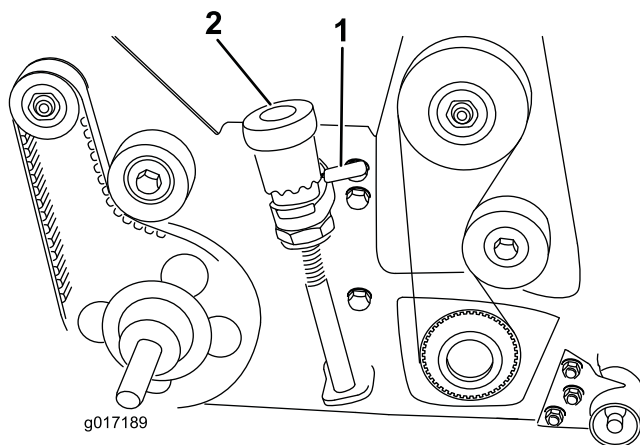
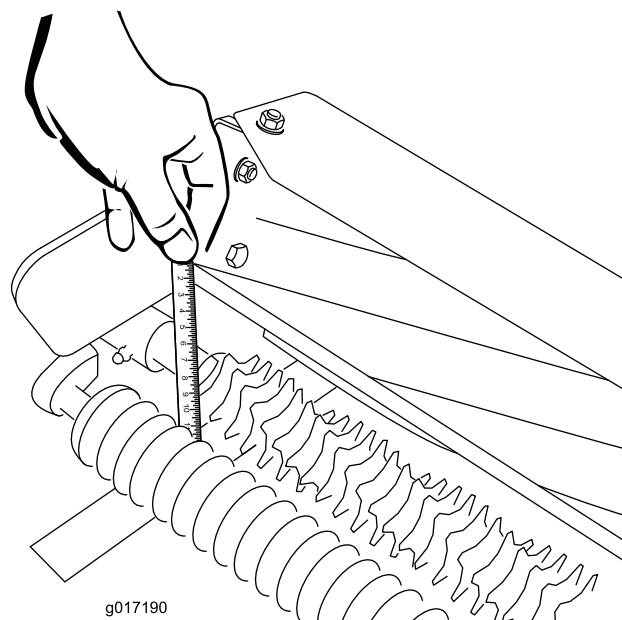

Figura 13
Figura 14
2. Utilizzate le leve di sollevamento rapido (ambo i lati) per abbassare il cilindro grooming in posizione operativa (Figura 13).
3. Da un'estremità dell'albero grooming, misurate la distanza tra la punta inferiore della lama grooming e la superficie di lavoro (Figura 14). Sollevare e girare la manopola di regolazione micro (Figura 13) per sollevare o abbassare la punta della lama. Ogni tacca
Importante: Quando la macchina viene trasportata, sollevate il cilindro grooming nella posizione (alzata) di trasporto. Per sollevare il cilindro grooming, ruotate le leve di sollevamento rapido destra e sinistra in modo che siano rivolte all'indietro (Figura 13). Per abbassare il cilindro grooming, spostate in avanti le leve di sollevamento rapido.